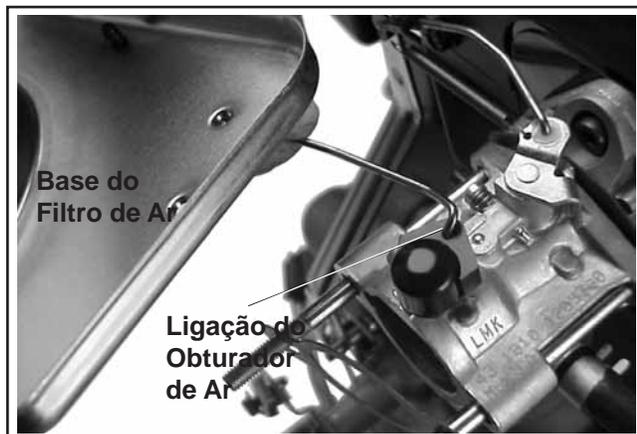

Figura 9-7. Retirar a Base do Filtro de Ar.
4. Afrouxe o grampo da mangueira e desligue a mangueira do respiro da tampa do braço oscilante. Retire a base do filtro de ar dos pernos e desligue a ligação do obturador de ar da alavanca do obturador de ar do carburador. Consulte a Figura 9-7.